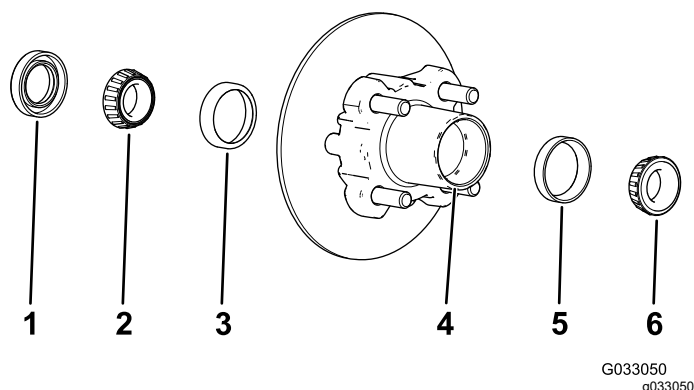

図 33
1. ハブから外側のベアリングとベアリングレースを取る 図 33。
2. ハブから、シール、内側のベアリングを外す 図 33。
5. ハブについているグリス、ごみなどをきれいに取除く 図 33。
7. キャビティの50-80 %程度にグリスを詰める 図 33。
8. ハブの内側に内側ベアリングを取り付け、シールをはめる 図 33。